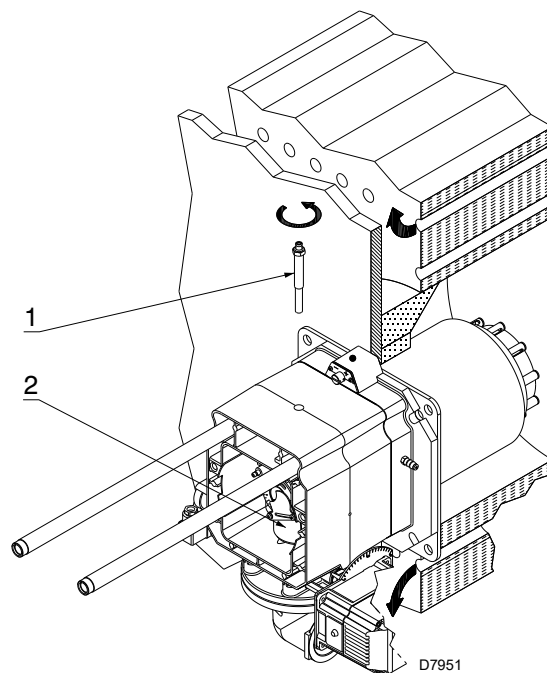

Fig. 14
- retirer la vis 1)(Fig. 14)
- extraire la partie interne 2)(Fig. 14) de la tête et en effectuer le réglage.
A ce moment de l'installation la tête de combustion est fixée à la chaudière comme sur la Fig. 14.